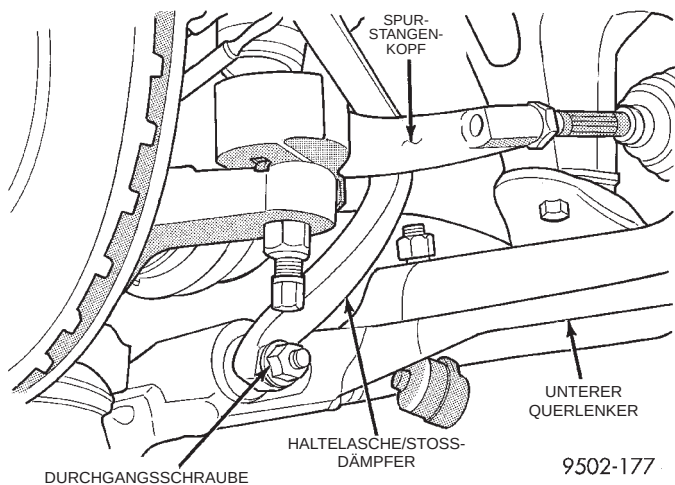

Abb. 32 Befestigung der Haltelasche am unteren Querlenker
(7) Die Durchgangsschraube lösen, mit der die Haltetasche des Stoßdämpfers am unteren Querlenker befestigt ist. Haltetasche vom unteren Querlenker abbauen (Abb. 32).
(9) Haltelasche des Stoßdämpfers am unteren Querlenker anbauen. Die Durchgangsschraube der Haltelasche locker eindrehen (Abb. 32).
(11) **Bei normaler Karosseriehöhe des Fahrzeugs im fahrfertigen Zustand** die Durchgangsschraube der Haltelasche am unteren Querlenker (Abb. 32) mit einem Anzugsmoment von 88 N·m (65 ft. lbs.)